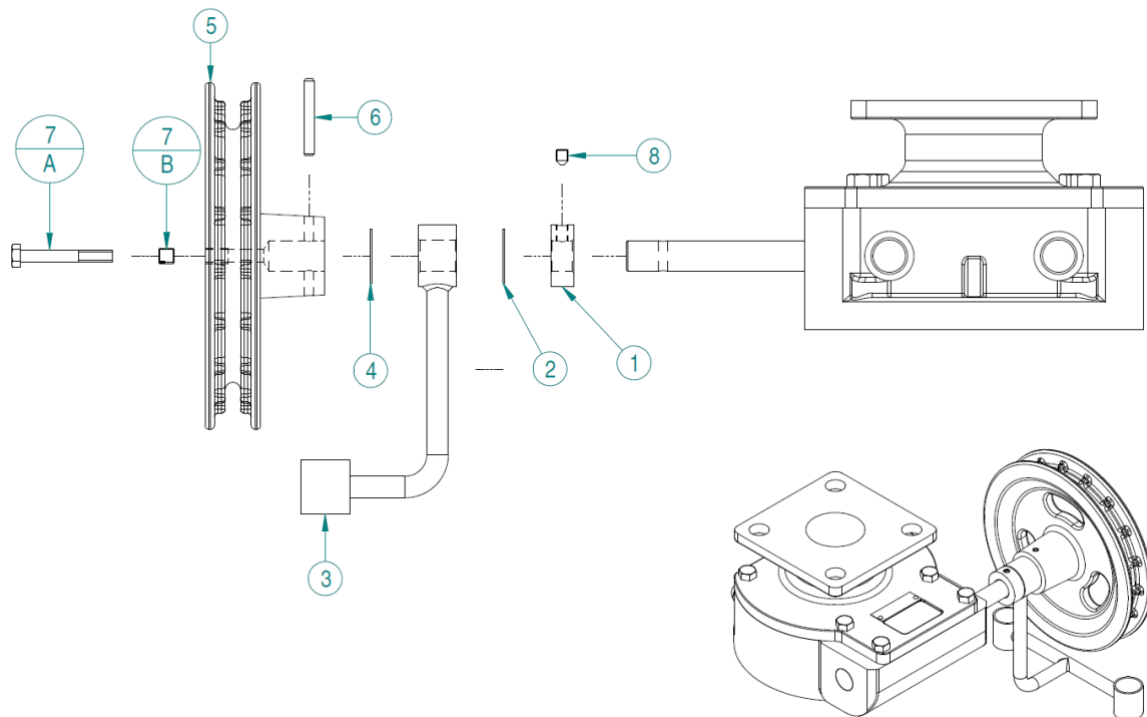
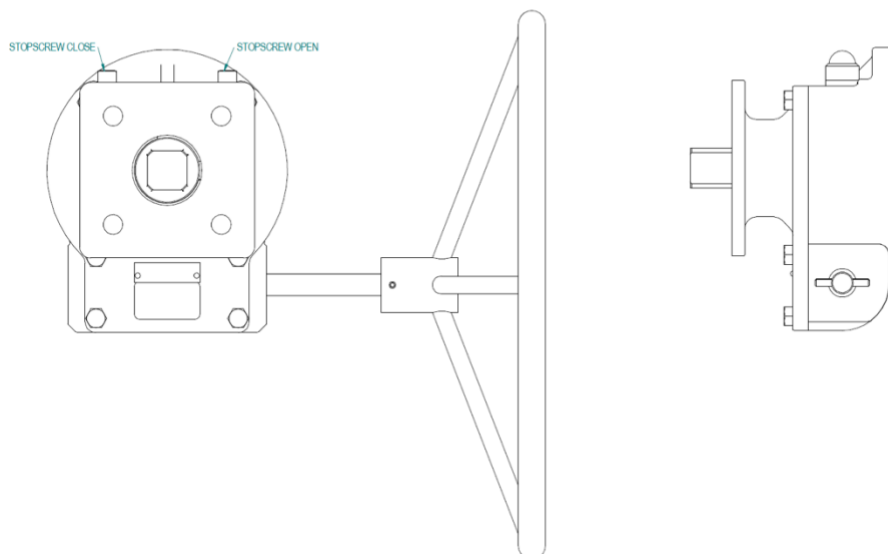

Figura 8: Kit de montagem da roda da corrente
Figura 9: Chain splitlink
2. Recomenda-se montar a roda de corrente no eixo de entrada antes de montar o redutor na Válvula (ver figura 8).
3. Monte os pontos 1, 2, 3, 4 e 5 no eixo de entrada (ver figura 8)
4. Localizar os orifícios da roda de corrente e do eixo opostos um ao outro, inserir o item 6 (Pino reto tipo mola) martelando.
5. Monte o item 7b (parafuso ajustado com ponto de cone) na frente da roda da corrente. **Opcional** item 7a (parafuso cabeça hexagonal) pode ser montado, este para travamento adicional da roda da corrente. Esta opção extra precisa ser especificada nas etapas preliminares da solicitação.
6. Deslize os itens 4, 3, 2 e 1 juntos e monte o item 8 (parafuso de cabeça hexagonal) no orifício rosqueado do item 1 (Disco Axial)
7. Monte a corrente depois de ter fixado o redutor à válvula. Conecte as pontas soltas da corrente com O elo (splitlink) fornecido (Figura 9)